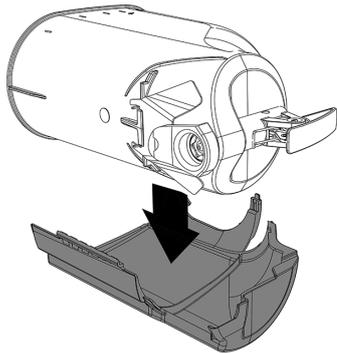

figura 5
**1** Apoye la parte derecha del recuperador sobre una superficie. Coloque el recipiente en su interior.(ver figura 5)(ver figura